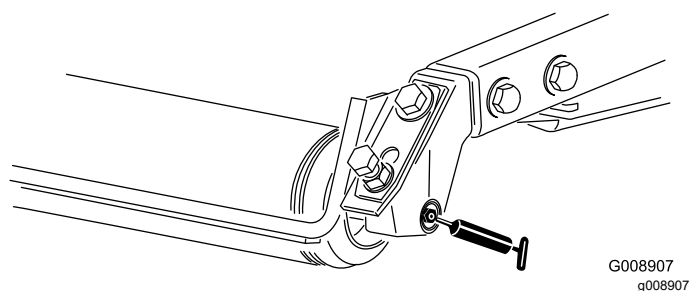

Figura 46
- Cojinetes de los rodillos traseros (2 por unidad de corte) – Figura 46